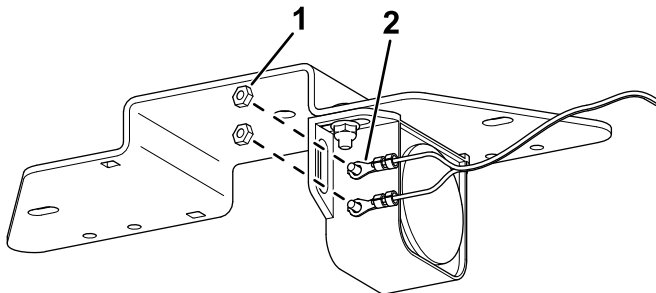

Figur 1
1. Brug boltene og møtrikkerne til at fastgøre alarmerne til monteringsbeslaget (Figur 1).